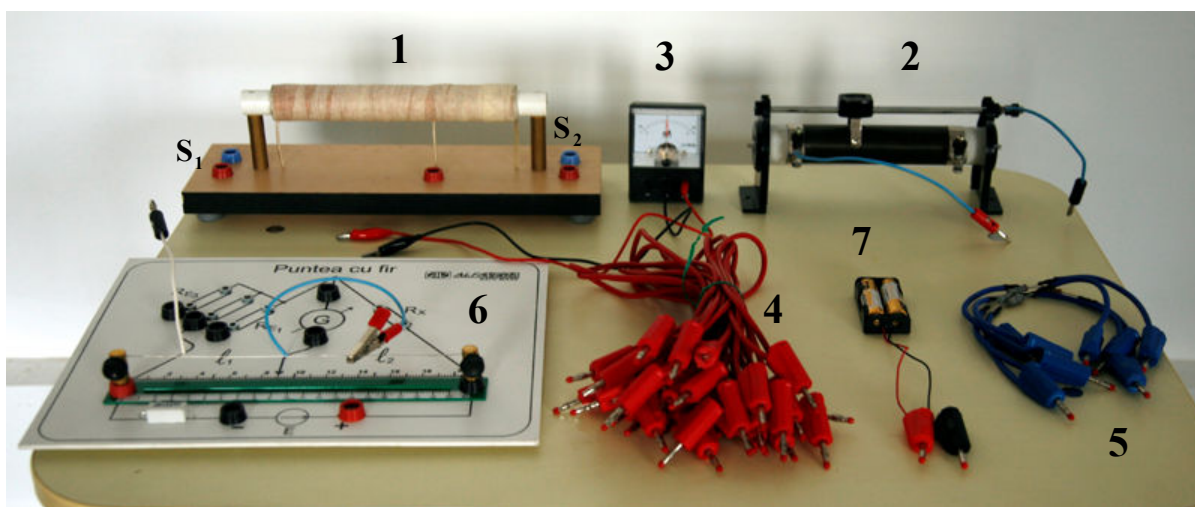

Fig. 3
**Materiale la dispoziție (fig. 3)**